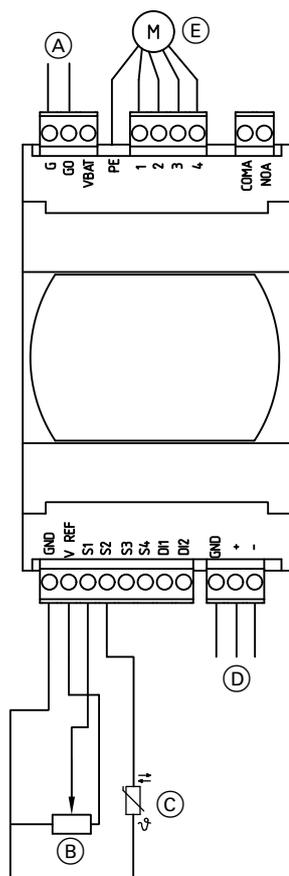

Abb. 69
- (K) Statureingang Sanftanlasser
- (L) Statureingang Sicherheitschutz
- (M) Niederdruckschalter
- (N) Spannung 230 V~
- (P) Typ AWO 301.A25 und A40: Elektrische Begleitheizung (Ölsumpfheizung)
- (Q) 4-Wege-Umschaltventil
- (R) Ansteuerung Ventilator
- (S) Ansteuerung Verdichter 2
- (T) Ansteuerung Verdichter 1
- (U) Modbus-Verbindungsleitung zur Regler- und Sensorleiterplatte, Anschluss X18
- (V) Typ AWO 301.A60: Modbus-Verbindungsleitung zur EEV-Leiterplatte [6], Anschluss (D) in Abb. 69